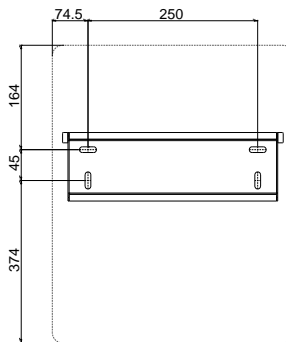

FIG.6-6 Posições das furações (L x A, 399 x 583mm)
1) Use o suporte de montagem na parede como um modelo e marque as posições dos furos, em seguida, faça os 4 furos de acordo, conforme FIG 6-6. (Diâmetro = 11 mm, Profundidade \geq 55 mm).
Nota: As dimensões externas (L x A) dos inversores são mostradas como linha tracejada na FIG. 6-6.